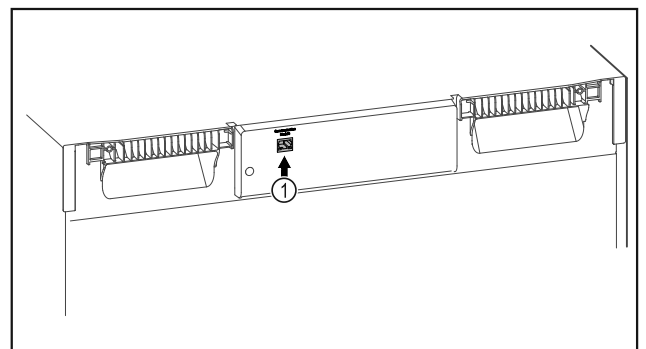

Fig. 121
- ❑ Le SmartModule *Fig. 121 (1)* est en place.